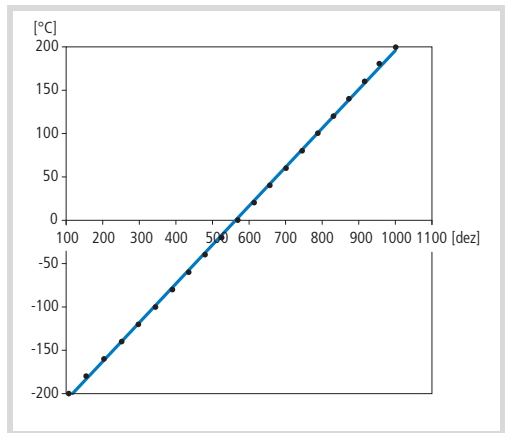

Abbildung 22: Pt100-Eichkurve für XC121
1) Zugeordnete Temperaturwerte → Abbildung 22